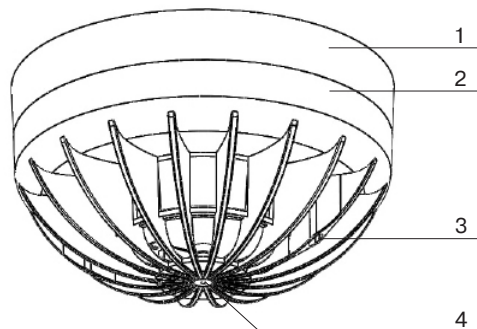

Рисунок 1 – Конструкция ИПД-А
8.1 Для проверки работоспособности извещателя введите в оптическую камеру через отверстие (4) (рисунок 1) в центре корпуса отражатель.